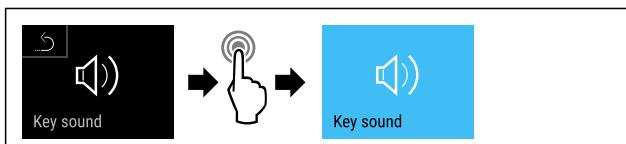

Fig. 94
- Obavite korake postupka (pogledajte Fig. 94).